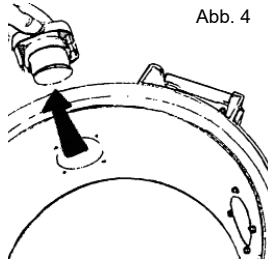

Abb. 4
1. Lösen Sie den Ansaugrohrstutzen durch Lösen der vier Torx-Kombinationsschrauben mit einem Torx T20 oder einem normalen Schraubenzieher, Abb. 4.
2. Ziehen Sie den Stutzen aus dem Gerät, wie in Abb. 4.